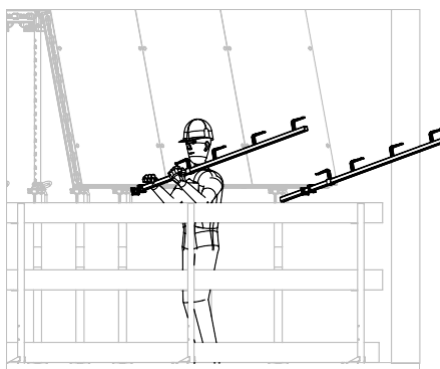

Fig. D4.03a
3. Поставете стойката за парапет SGP (75) в квадратния отвор на държача DUO. (Fig. D4.03a + D4.03b)